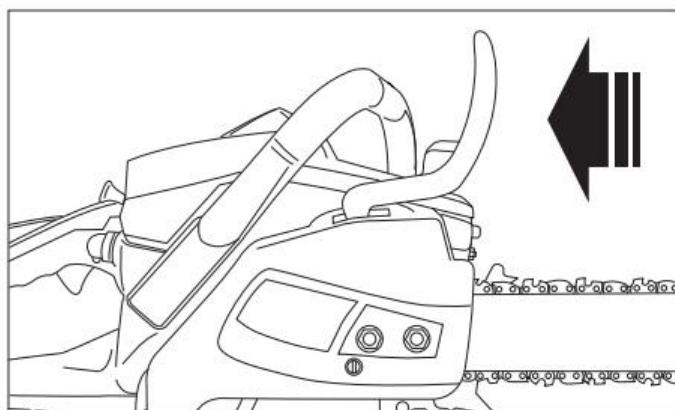

Fig. 3
2. Déplacez le frein de chaîne en position de fonctionnement en tirant le levier vers vous. Assurez-vous que la chaîne tourne autour du guide (fig. 3).